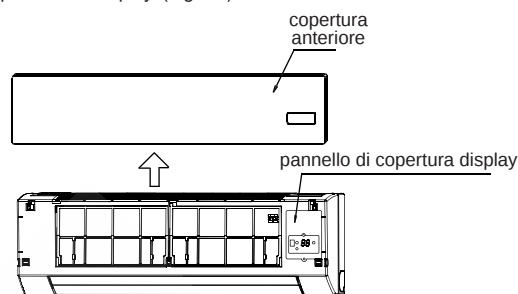

Fig. 7-1
- Estrarre la copertura anteriore, quindi smontare il pannello di copertura del display. (Fig. 7-1)